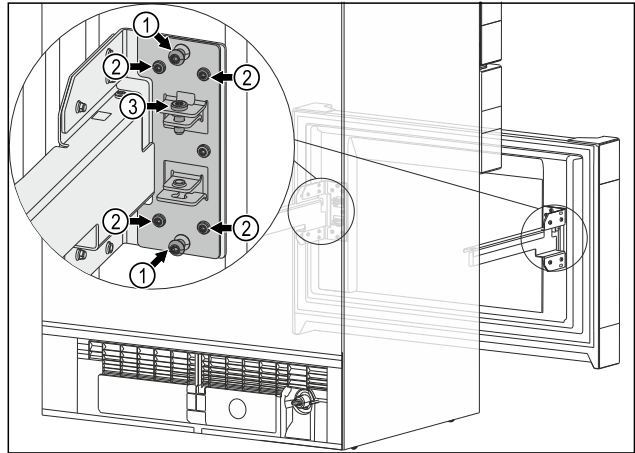

Fig. 14
- ▶ Beide mittleren Schrauben Fig. 14 (1) entfernen.
- ▶ Alle vier Schrauben Fig. 14 (2) lösen.
- ▶ Endposition des Auszugwagens ist erreicht: Alle vier Schrauben Fig. 14 (2) festschrauben.
- ▶ Sie benötigen die mittleren Schrauben Fig. 14 (1) nicht mehr.